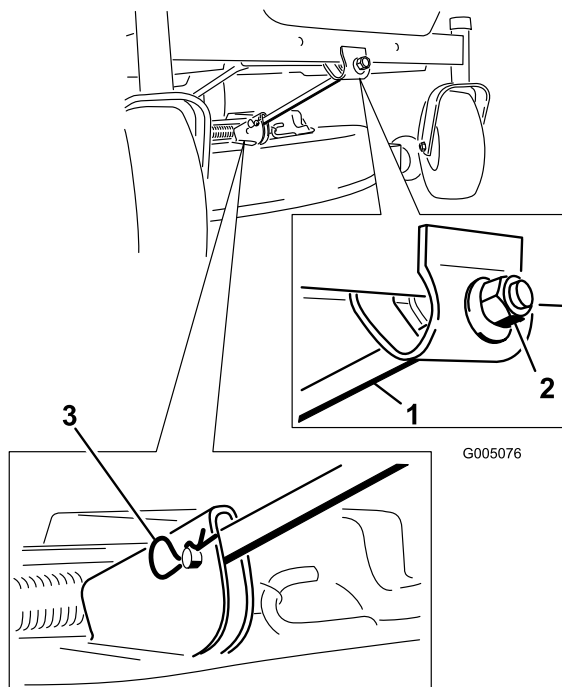

Figure 43
- Enlevez la goupille fendue et les axes de chapes de la tige de support avant (Figure 43). Abaissez doucement l'avant du plateau de coupe au sol.
6. Fixez la tige de support avant au plateau de coupe à l'aide de l'axe de chape et de la goupille fendue (Figure 43).